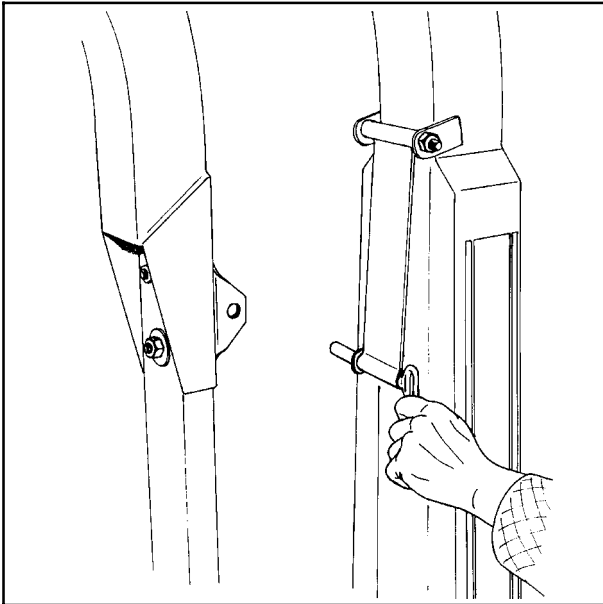

Bild 4-11
6. Den Sicherungsbolzen, der den Wickelarm während des Transports am Rahmen festhält, herausnehmen, siehe Abb. 4-11.